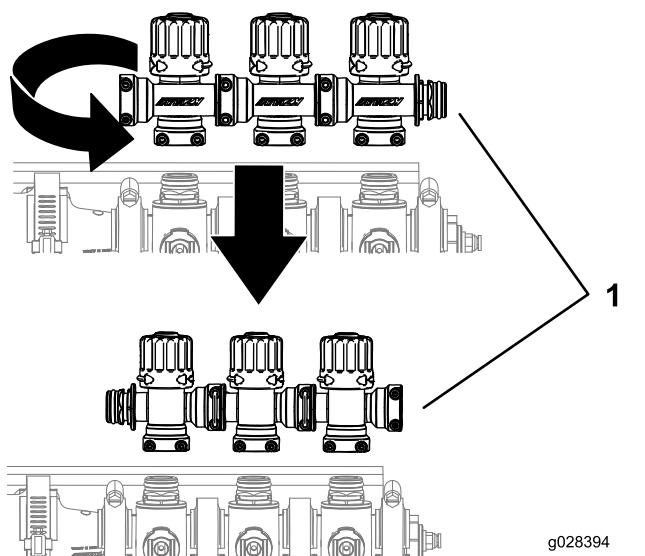

Рисунок 5
4. Поверните узел регулировки перепуска на 180 градусов, как показано на Рисунок 5.